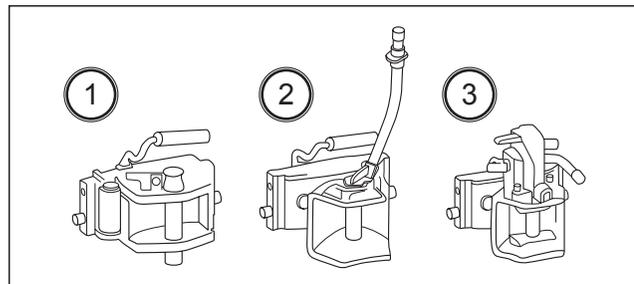

FIG. 89
**FIG. 89 et 90 :** La chappe d'attelage, le support de barre de traction et l'ensemble barre de traction sont en option. Consultez votre agent ISEKI.